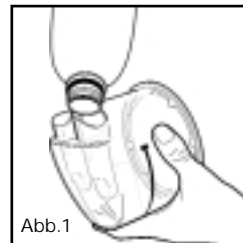

Abb.1
4. Befüllen Sie die Kammer bis zur Markierungslinie mit destilliertem Wasser. (Abb. 1). Füllen Sie die Kammer niemals durch den Anschlusseingang für den beheizten Schlauch auf. Vor dem Umstellen Ihres das Gerät leeren Sie die Wasserkammer. Ein Geräteausfall aufgrund von Wasserschaden ist von der Garantie ausgeschlossen.